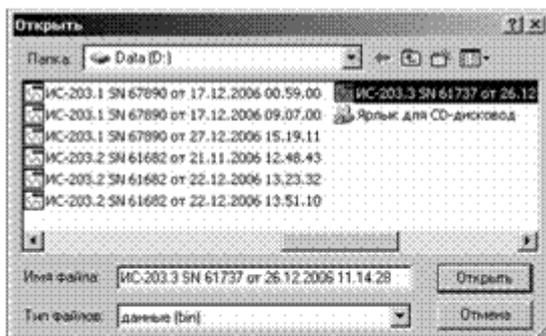

Рис.17
8.2 В окне располагаются 2 кнопки. Кнопка «Открыть файл», открывает файл с расширением \*.bin и строит график на основе данных файла. При ее нажатии появляется диалог (рис.17), где пользователь выбирает необходимый ему файл для просмотра, нажимает на «Открыть», после чего и осуществляется построение графика.